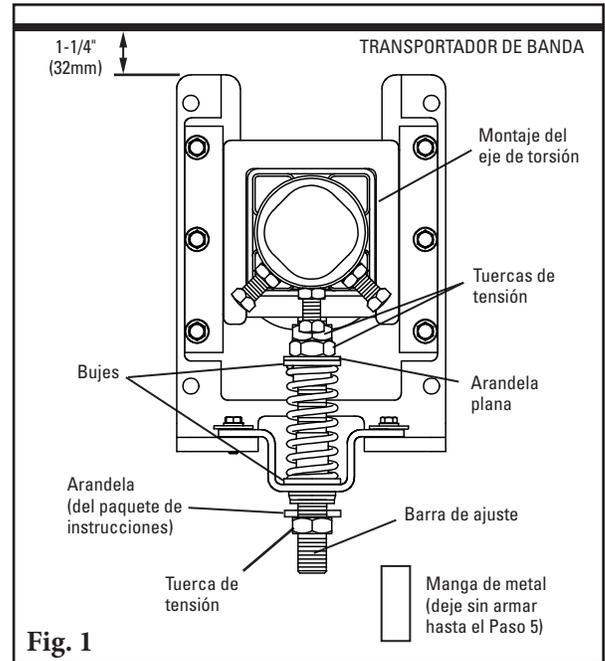

Fig. 1
- 1. Instale las bases de montaje del tensor de resorte.** Con una mordaza coloque la base de montaje en posición de manera que la brida superior de la base esté 1" (25mm) sobre la banda (Fig. 1). Atornille o suelde la base de montaje en su lugar. Ubique e instale la base de montaje en el lado opuesto.
- Configure de nuevo el tensor estándar al estilo de empuje.** Retire las 3 tuercas de tensión, la arandela plana, los 2 bujes, el resorte, la manga y el soporte de sombrero; arme de nuevo (Fig. 1) con 2 tuercas de tensión, la arandela plana, 2 bujes, el resorte y el soporte de sombrero en el extremo superior de la barra de ajuste. Agregue la arandela (del paquete de instrucciones) y la 3ra tuerca de tensión en la parte inferior de la barra de ajuste.
- Instale las bases de montaje del tensor.** Coloque las bases en la estructura o chute de manera que las partes superiores de las patas de la base estén a 1-1/4" (32mm) debajo de la banda (Fig. 1).
1. **Instale las bases de montaje del tensor de aire/agua.** Con una mordaza coloque la base de montaje en posición de manera que la base esté alineada con la banda (Fig. 1). Atornille la base de montaje en el lugar. Ubique e instale la base de montaje en el lado opuesto.
1. **Kit de guía de desensamblar.** Quite las tuercas y arandelas de ambos lados del tensor (Fig. 1).